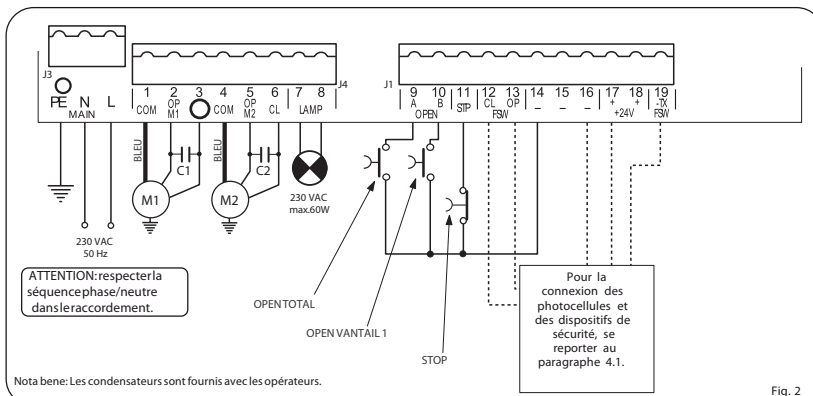

Fig. 2
- Connecter la terre à la borne spécifique prévue sur le connecteur J3 de la platine (voir fig.2).
**4.2. Bornier J3 - Alimentation (fig. 2)**
**4.3. Bornier J4 - Moteurs et feu clignotant (fig. 2)**
#### 4.4. Bornier J1 - Accessoires (fig. 2)